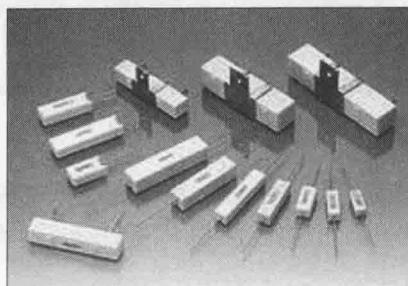

图 1-6 方形线绕电阻
(5) 绕线电阻,是用高阻合金线绕在绝缘骨架上制成的,外面涂有耐热的釉绝缘层或绝缘漆。绕线电阻具有较低的温度系数、阻值精度高、稳定性好、耐热耐腐蚀,主要做精密大功率电阻使用,缺点是高频性能差,时间常数大。
(6) 方形线绕电阻(钢丝缠绕电阻),又俗称为水泥电阻,采用镍、铬、铁等电阻较大的合金电阻线绕在无碱性耐热瓷件上,外面加上耐热、耐湿、无腐蚀的材料保护而成,再把绕线电阻体放入瓷器框内,用特殊不燃性耐热水泥充填密封而成(图 1-6)。而不燃性涂